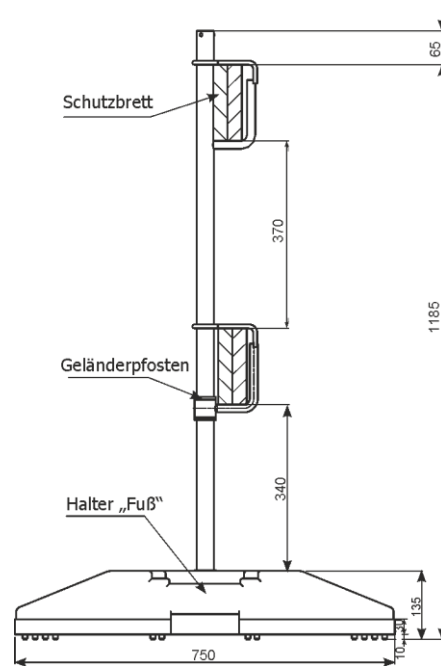

Abb. 65 Montage des Schraubfußhalters
2.23 Montage des Schraubfußhalters (Abb.65)